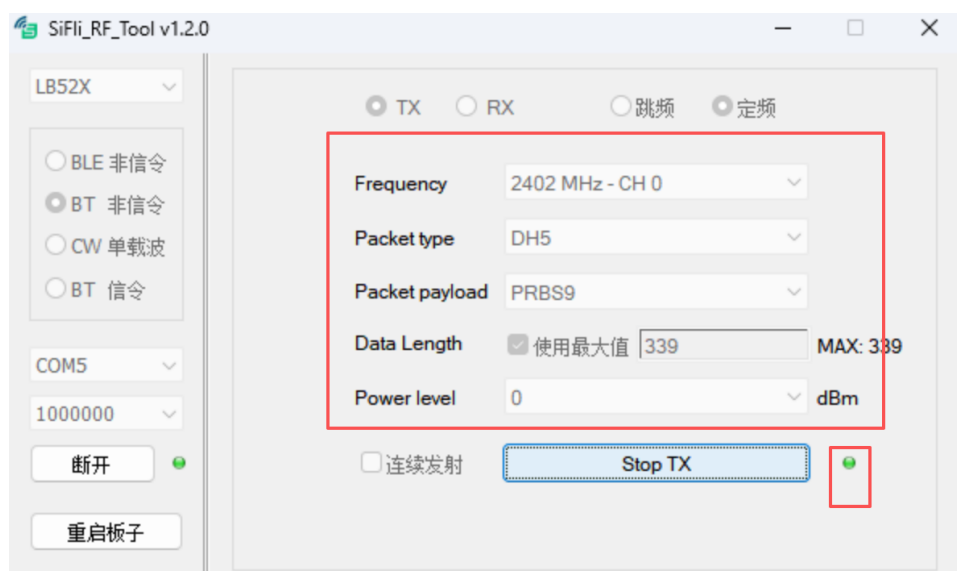

图 3-4
- 点击 Start TX ，如按钮右侧灰色点变成绿色点，则表示发射成功，此时可在综测仪上看到对应指标参数，如图 3-4